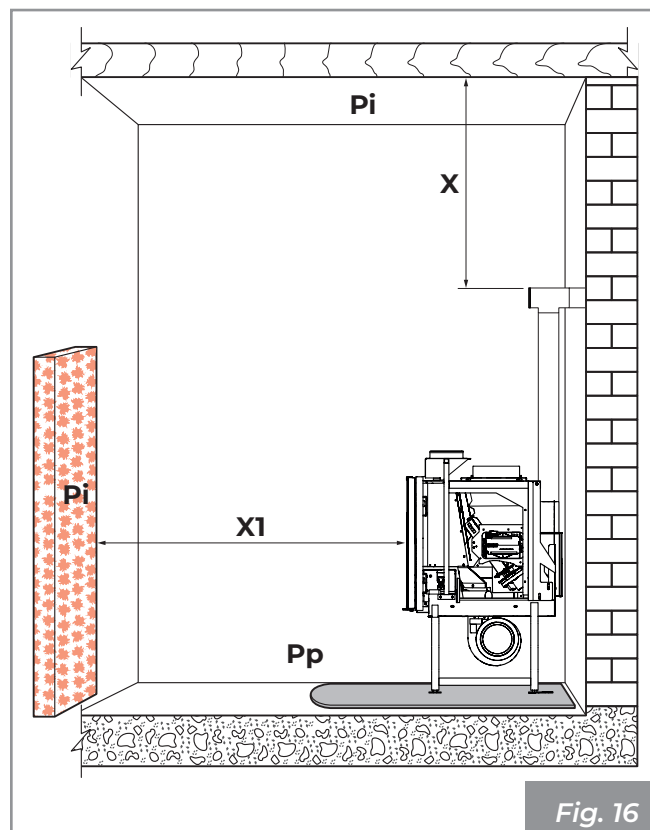

Fig. 16
Nous rappelons qu'il est important de respecter la distance minimum des matériaux inflammables (X) indiquée sur la plaque d'identification des tubes utilisés pour réaliser la cheminée (**Fig. 16**).